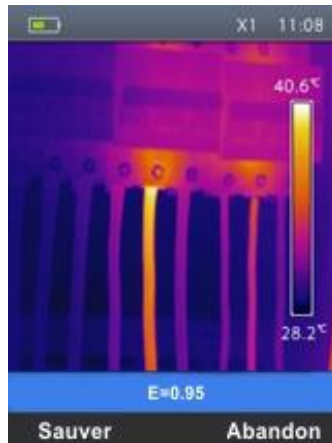

Fig. 29 : Sauvegarde de l'image à l'écran
3. Appuyer sur la touche **T** (Trigger) pour fixer une image IR à l'écran (voir Fig. 29)